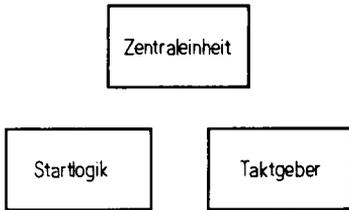

Abb. 4.1.1 Im Herzen des Computers arbeitet die Zentraleinheit (CPU). Sie wird von einem Taktgeber angetrieben und von einer Startlogik richtig gestartet
*Abb. 4.1.1* zeigt schematisch die Elemente, aus welchen unsere Verarbeitungseinheit besteht. Da gibt es: